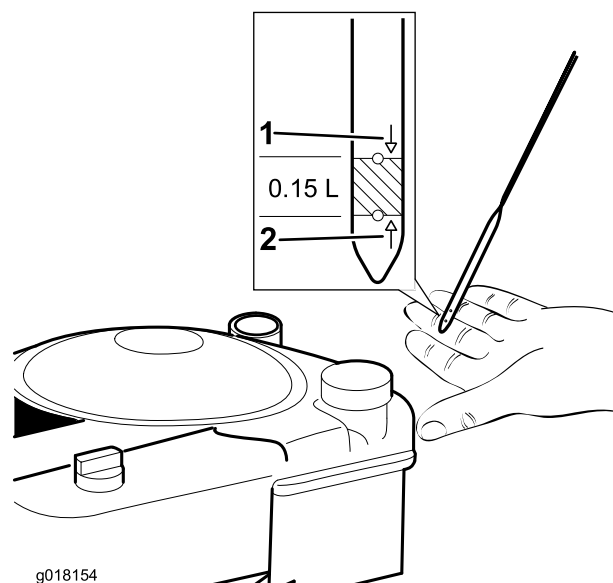

Figura 18
2. Estraete l'asta di livello e asciugatela con uno straccio pulito (Figura 18).
4. Versate **lentamente** dell'olio nel tubo di riempimento, attendete 3 minuti, poi controllatene il livello con l'apposita asta: pulite l'asta e inseritela completamente nel tubo (Figura 18) (Riempimento max: 0,59 litri, tipo: olio detergente SAE 30 con service classification API SF, SG, SH, SJ, SL o superiore).
5. Riempite di olio il motore fino a quando l'asta di livello non indica che il livello dell'olio è corretto, come illustrato nella Figura 18. Se riempite eccessivamente il motore, estraete l'olio in eccesso.